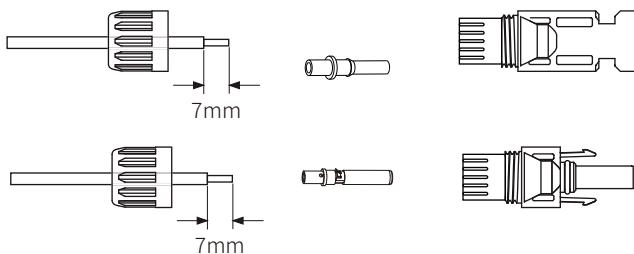

图5.3 拆卸连接器螺帽
a)剥去直流电线约7毫米，然后拆下连接器的螺帽（见图5.3）。